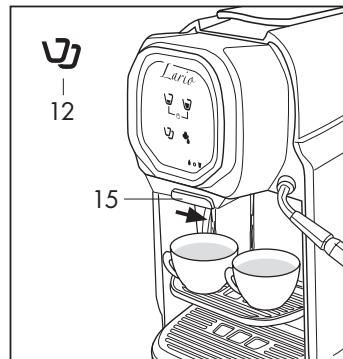

Fig. 11
Per la preparazione del caffè doppio spostare il selettore (15) sulla destra (Fig.11)
- Dopo aver spostato il selettore (15) sulla destra, posizionare 2 tazzine sul supporto (**Fig.11**)
- Procedere all'inserimento della capsula come indicato nella pagina precedente e premere il simbolo (12) (**Fig.11**)
- Per il modello senza selettore dopo aver posizionato le due tazzine premere il tasto (12) (**Fig.11**)